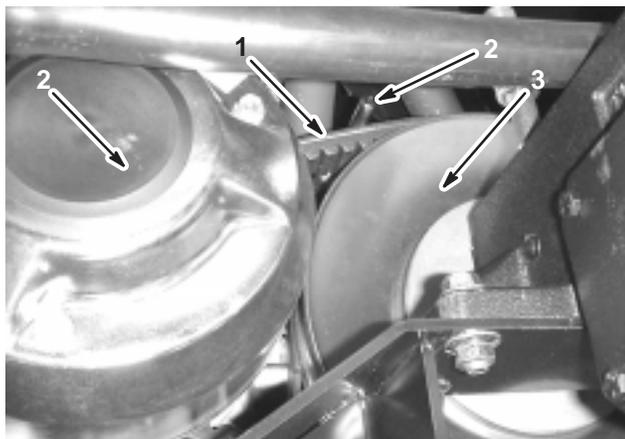

Figure 47
1. Desserrez les 2 guides de courroie près de l'embrayage secondaire (Fig. 47).
2. Faites tourner la courroie et faites-la passer sur l'embrayage secondaire (Fig. 47).
3. Déposez la courroie de l'embrayage primaire (Fig. 47).
4. Placez la courroie neuve sur l'embrayage primaire (Fig. 47).
5. Faites tourner la courroie et faites-la passer sur l'embrayage secondaire (Fig. 47).